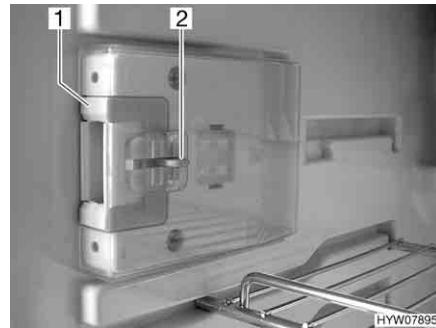
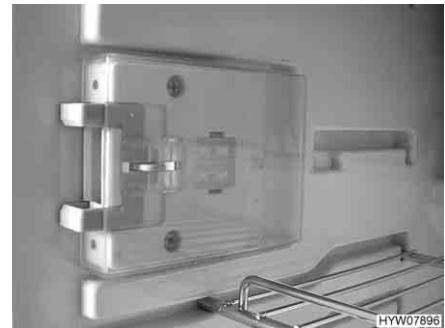

Fig. 123 Dispositivo di chiusura in posizione normale
Fig. 124 Dispositivo di chiusura in posizione di ricircolo d'aria
- Premere il dispositivo di sblocco (Fig. 123,2).
- Spingere il dispositivo di chiusura (Fig. 123,1) in avanti (Fig. 124).